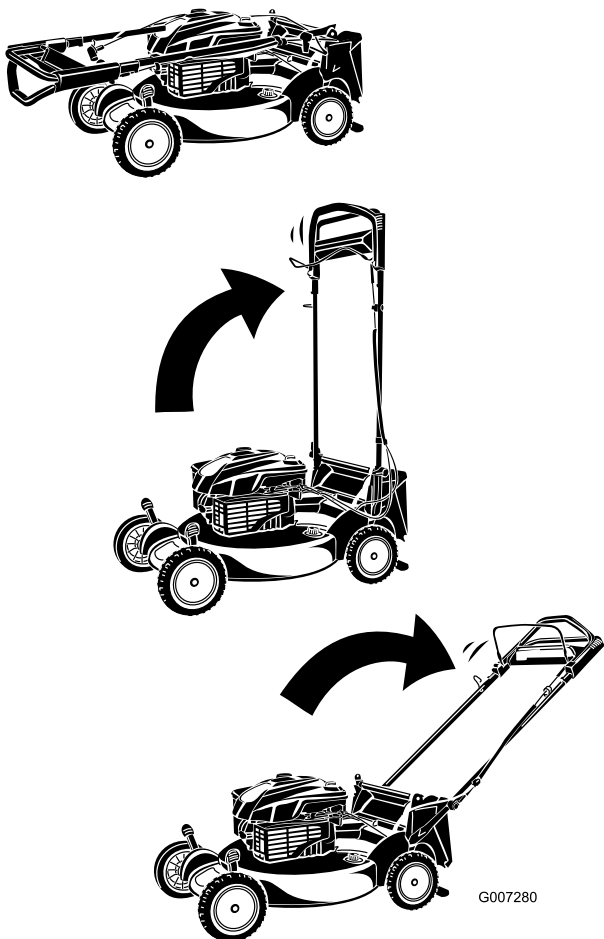

**Figura 4**
3. Collegate le estremità della stegola al sottoscocca utilizzando 2 rondelle e 2 bulloni di fissaggio (Figura 4), **ma non serrate i bulloni di fissaggio**.
**Importante:** Disponete i cavi all'*esterno* dalla stegola (Figura 4).